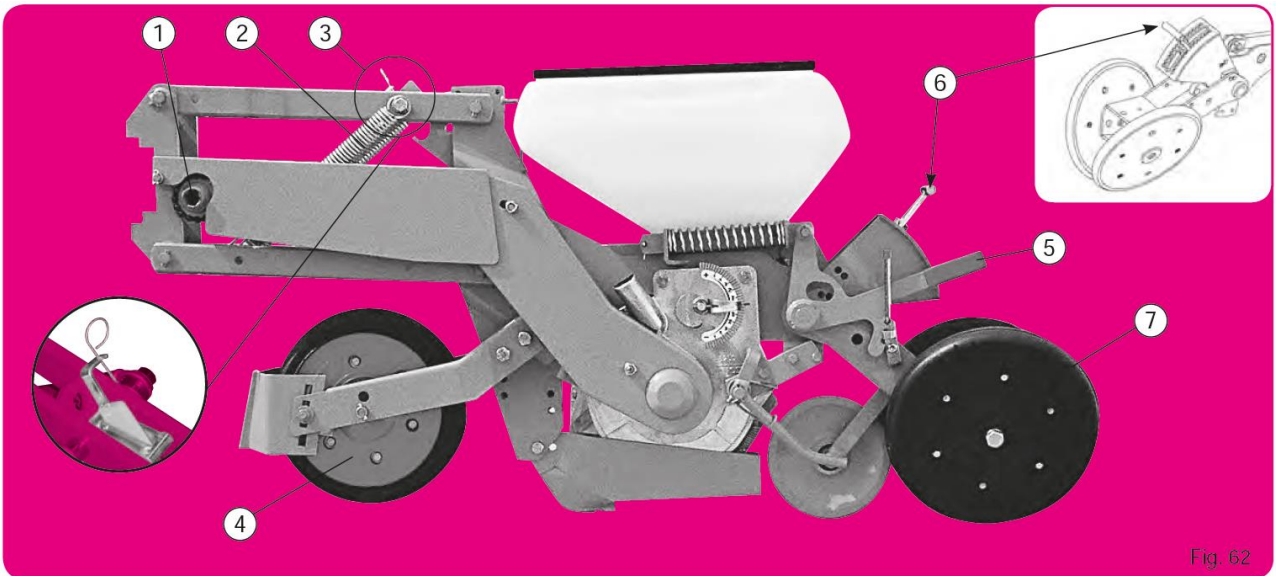

Fig. 62
### Wersja podstawowa (fig. 62):
sekcja zamontowana na równoległobocznym ramieniu z regulacją głębokości za pomocą „układu wózkowego” – stopniowy system regulacji (fig. 62).
- **(1).** Zabezpieczenie (fig. 62): powoduje „stukot” w przypadku zablokowania sekcji wysiewającej. W takim przypadku należy się zatrzymać. Przesmarować zęby sprzęgła kłowego podczas uruchomienia siewnika, aby ułatwić jego późniejsze działanie.
- **(6).** Stopniowa regulacja głębokości siewu (fig. 62) poprzez zmianę ustawienia dźwigni w otworze.
- **(7).** Regulacja rozstawu kół (fig. 62): 2 pierścienie na piaście, które umieszczono ze strony wewnętrznej bądź zewnętrznej, umożliwiają otrzymanie 2 podstawowych rozstawów. Używać kół dokręconych do siewu powierzchniowego (1 do 3 cm).
- **(9).** Fig. 68: Głębokość ustawiana na przednim kole, na sekcji do wysiewu buraków (fig. 62) – ściągnąć śrubę **(18)** w P3, tylny blok ugniatający **(12)** pozostaje wolny. Sektor **(15)** pozostaje umocowany na korpusie **(16)** za pomocą śruby **(17)** w P2. Głębokość robocza zostanie osiągnięta poprzez zmianę pozycji koła przedniego w wyniku zmiany położenia dźwigni **(13)** (regulacja stopniowa poprzez przestawienie w otworze).